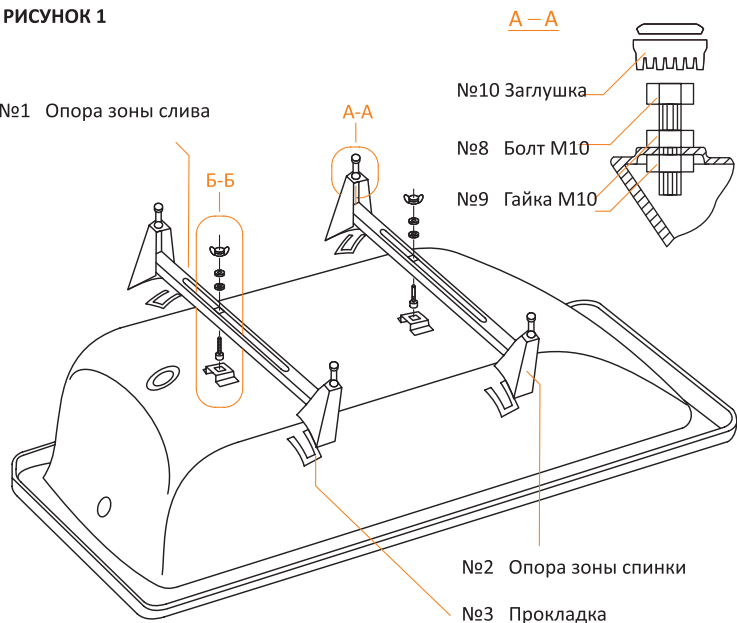

РИСУНОК 2
- Установите на болт М6х40/50 (М6х50 для типоразмера 1200х700х400 мм) шайбу М6, шайбу пружинную М6 и гайку-«барашек». Гайку-«барашек» заворачивайте «от руки», без применения дополнительного инструмента, во избежание повреждения эмалевого покрытия в месте приварки скобы крепления к ванне. После соприкосновения гайки-«барашка» с пружинной шайбой, гайку-«барашек» поверните еще не более чем на полтора оборота (360°х1,5) (см. рис. 2).